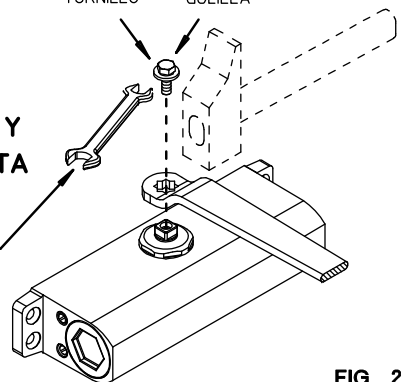

FIG. 2
2. ACCOPIARE IL BRACCIO AL PERNO COME INDICATO IN **FIG.2** E FISSARE LE DUE PARTI UTILIZZANDO LA RONDELLA E LA VITE IN DOTAZIONE. **NB: IL PRECISO ACCOPIAMENTO FRA IL PERNO DEL CHIUDIORTA ED IL BRACCIO PUO' RICHIEDERE L'USO DI UN MARTELLLO.**